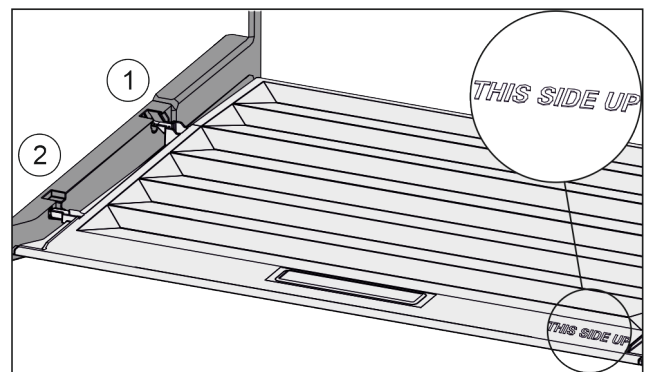

Fig. 97
- ▶ Deckelstege über Öffnung der hinteren Halterung Fig. 97 (1) einführen und vorne in Halterung Fig. 97 (2) einrasten.